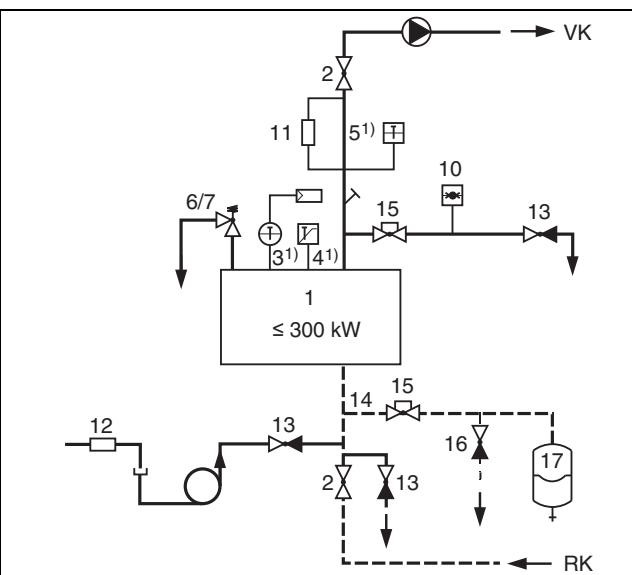

Рис. 37 Приборы безопасности по EN 12828 для котла  $\leq 300 \text{ кВт}$  STB  $\leq 110^{\circ}\text{C}$  (прямой нагрев)
- 1) (рис. 37 и 38) базовая комплектация системы управления котла: максимально достижимая температура подающей линии в сочетании с системами управления Logamatic примерно на 18 K ниже температуры отключения (STB).
**Пояснения к рис. 37 и 38:**